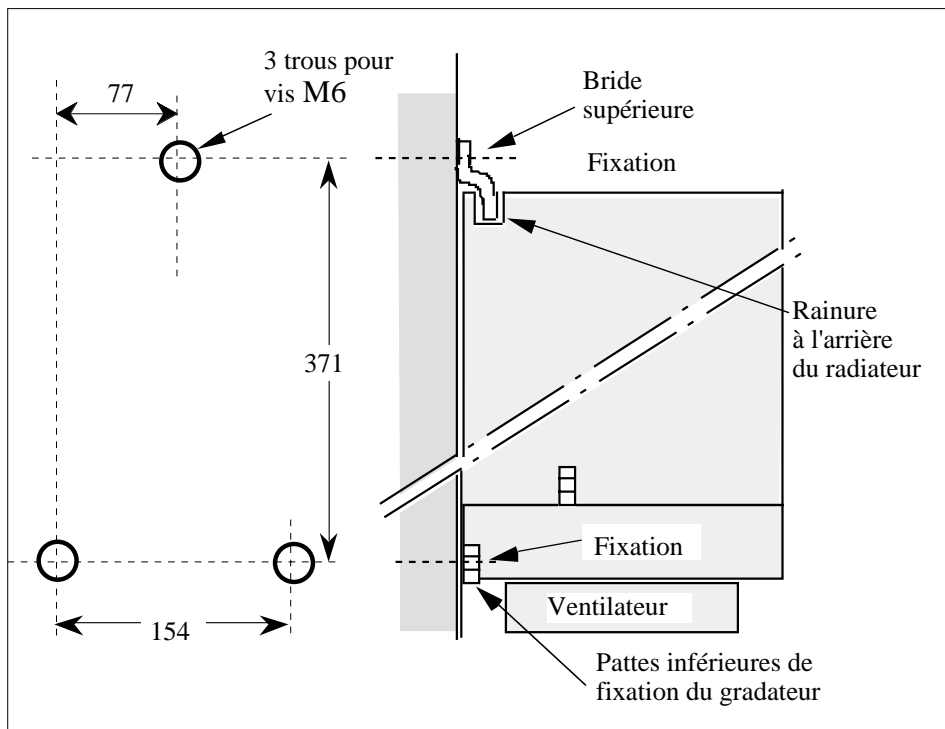

Figure 3 Cotes de perçage et fixation du gradateur ventilé (75 à 125A)
- b. Installer les deux vis **M6** inférieures dans l'armoire en respectant les cotes de perçage (figure 3)